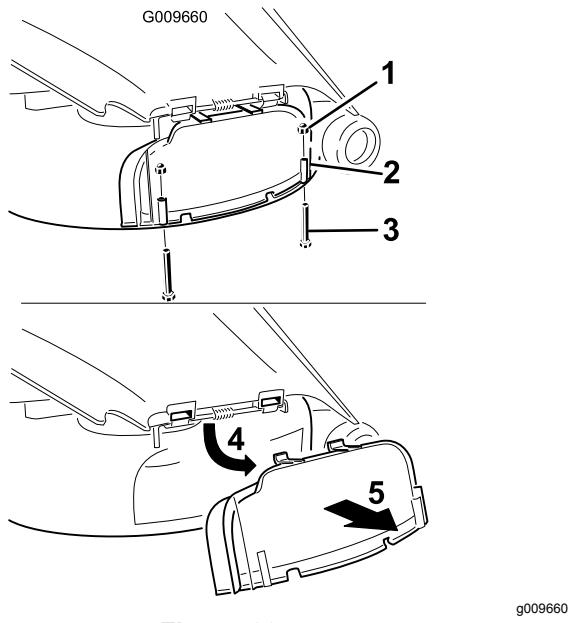

Figura 23
- Rimuovete i due 2 bulloni e dadi che fissano il coperchio dello scarico al tosaerba (Figura 23).